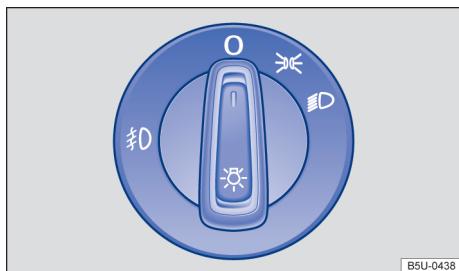

Fig. 63 No painel: interruptor das luzes.
- Ligar o farol de neblina ☞D: o interruptor rotativo das luzes → Fig. 63 deve estar na posição ☞☜ ou ☞D. Puxar o interruptor até o primeiro engate.